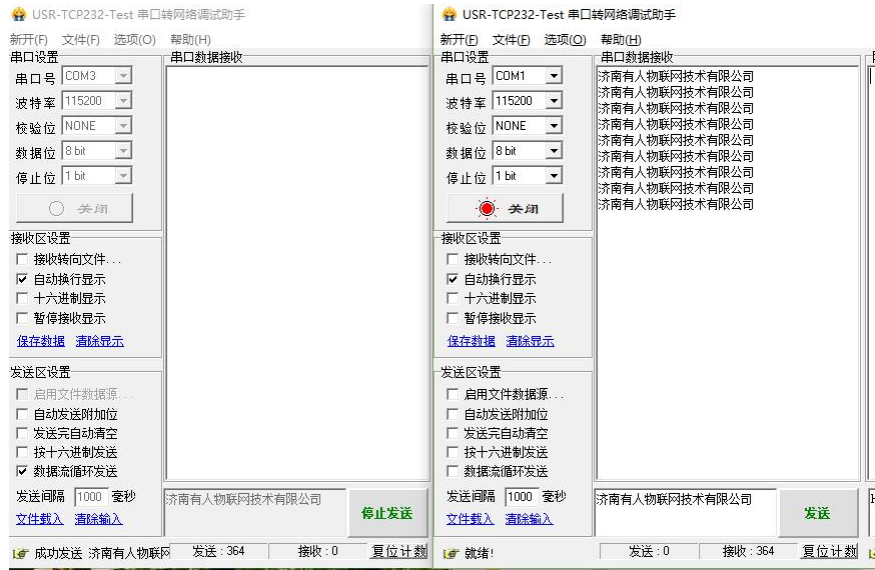

图 2 数据透传
2. 打开 LoRa 设置软件（如图 2），依次点击打开串口(115200,8,1,NONE,NFC)、进入配置状态、读出参数、配置上表中的参数、重启，关闭 LoRa 设置软件。